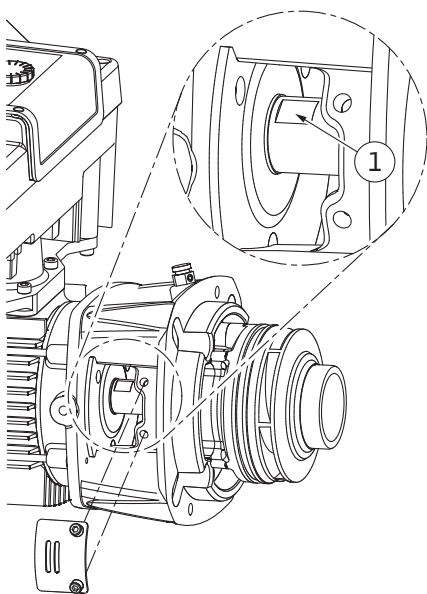

Fig. 105: Površine ključa na vratilu
14. U prozor laterne uvedite čeljusni ključ (širina 22 mm) i čvrsto držite vratilo površinama ključa (Fig. 105, poz. 1). Odvrnite maticu radnoga kola (Fig. I, poz. 22). Radno kolo (Fig. I, poz. 21) automatski se skida s vratila.
3. U prozor laterne uvedite čeljusni ključ (širina 22 mm) i čvrsto držite vratilo površinama ključa (Fig. 105, poz. 1).
10. U prozor laterne (Fig. IV, poz. 38) uvedite čeljusni ključ (širina 32 mm) i čvrsto držite vratilo površinama ključa (Fig. 105, poz. 1). Montirajte radno kolo s podložnom pločicom (podložnim pločicama) i maticom. Zategnite maticu. Izbjegavajte oštećenja klizno-mehaničke brtve zbog zapinjanja.